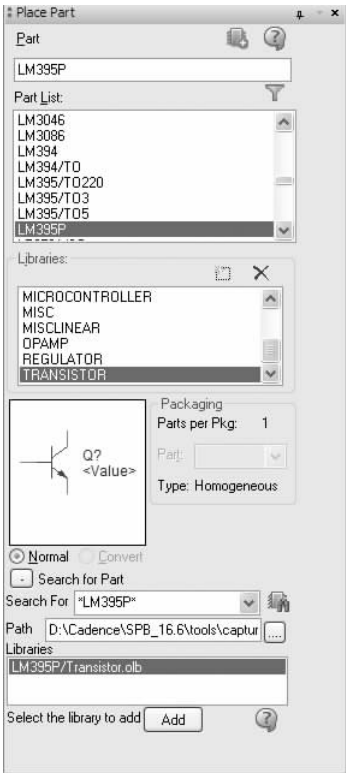

图 6-116 加载库文件
1) 选中需要的元件 LM395P，单击 **Add** 按钮，在系统中加载该元件所在的库文件“Transistor.olb”，在“Library（库）”列表框中显示已加载元件库“Transistor.olb（晶体管元件库）”，在“Part List（元件列表）”列表框中显示该元件库中的元件，选中搜索的元件“LM395P”，在面板中显示元件符号的预览，如图 6-116 所示。